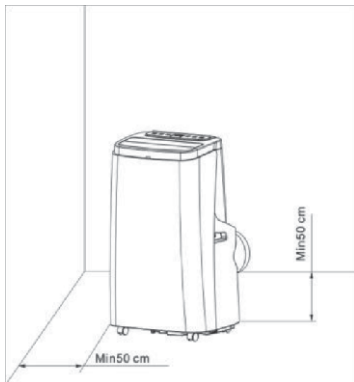

Bild 4
1. Flytta luftkonditioneringen med installerad värmeslang och tätningar framför fönstret där avståndet mellan apparat och väggar eller andra föremål ska vara minst 50 cm (som visas i bild 4).